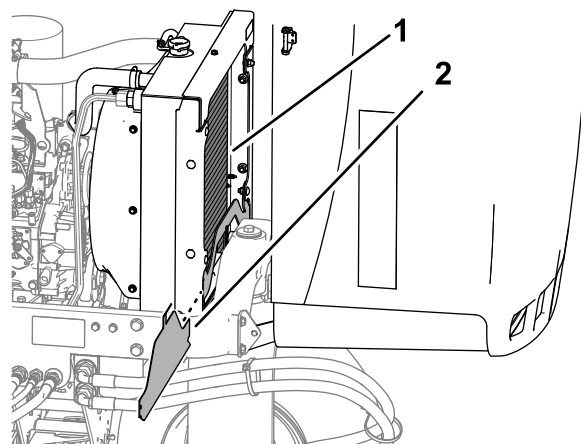

Bild 81
5. Reinigen Sie beide Seiten des Kühlers gründlich mit Wasser oder Druckluft (Bild 81).
4. Entfernen Sie das untere Kühler-Schutzblech (Bild 81).